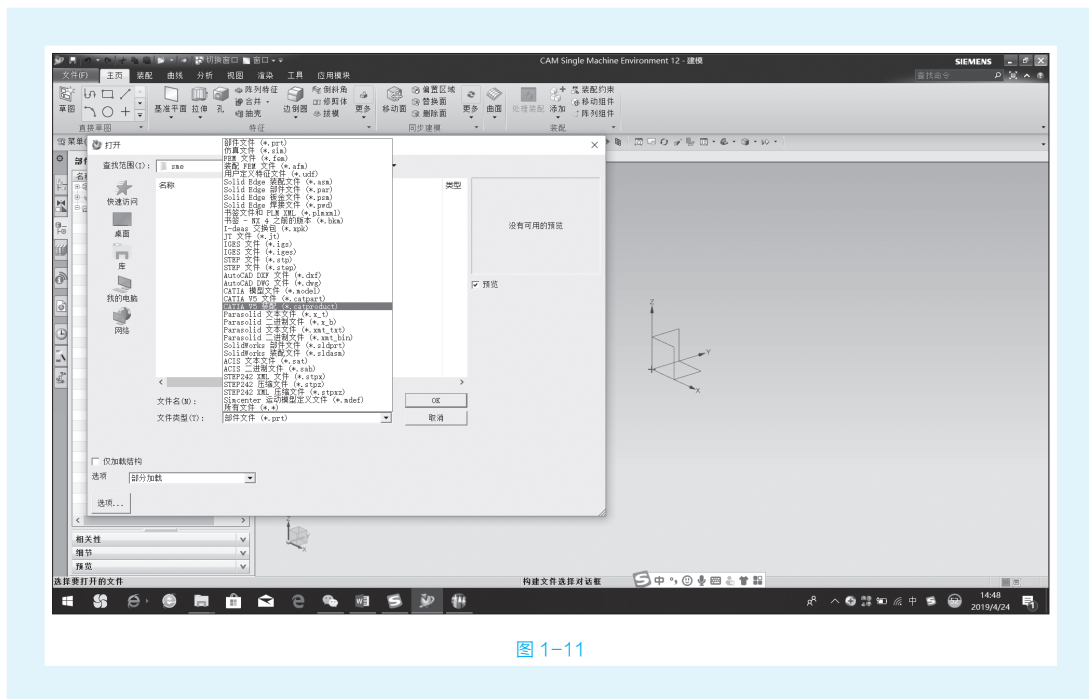

图 1-11
(1) 在打开或另存为文件时，可以直接将其他格式的文件导入与导出。在打开文件时，在“打开”对话框的“文件类型”下拉列表中选择要打开的文件类型，单击“OK”按钮即可，如图 1-11 所示。